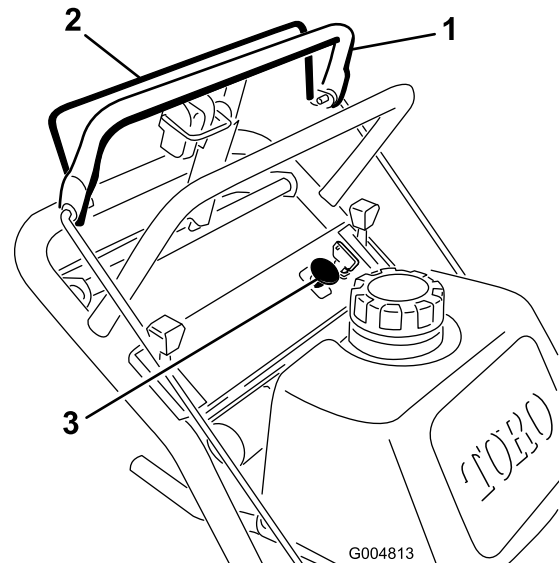

Figura 8
1. Suelte la barra de control superior para parar la máquina (Figura 8).
2. Para engranar las cuchillas, apriete la barra de control de las cuchillas contra la barra de control superior (Figura 8).
Suelte la barra de control de las cuchillas para desengranar las cuchillas (Figura 8).